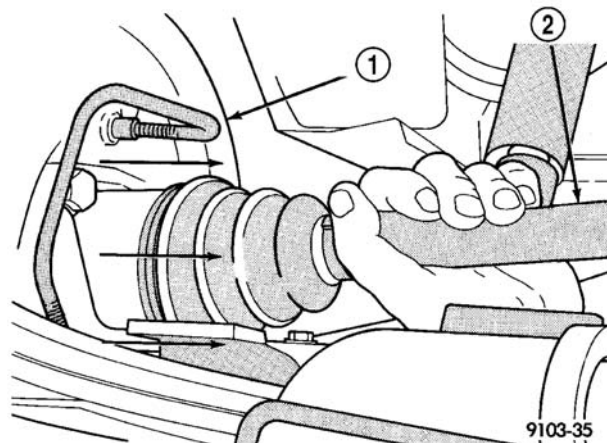

图 3 半轴的拆卸
- (6) 半轴受弹簧负载。轻轻压缩内半轴万向节并向下拉动，脱开后差速器输出法兰盘。然后向外拉半轴总成以便拆卸下来（图 3）。